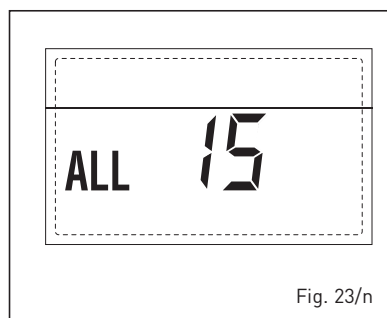

Fig. 23/n
**- INTERVENCIÓN TERMOSTATO DE SEGURIDAD PRIMERA ZONA MEZCLADA "ALL 20" (fig. 23/p)**